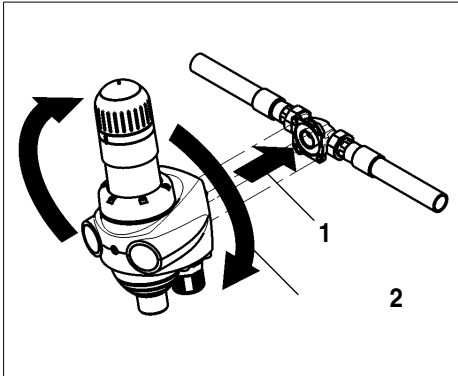

Abb. 3: Montage JPM-QC
- Die Köpfe der vier Flanschschrauben M6x165 durch die Bajonettbohrungen am Einbaudrehflansch stecken (siehe Abb. 3).
- Die Hauswasserstation im Uhrzeigersinn bis zum Anschlag drehen (siehe Abb. 3).